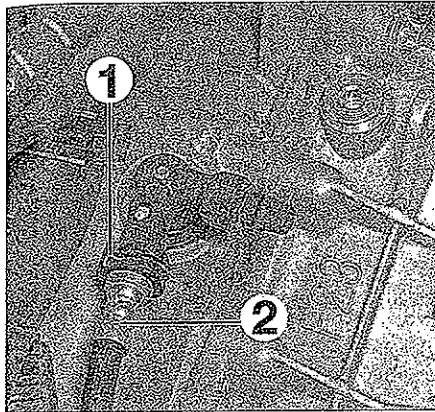

FIG. 1
- Retirar la grapa (1) de la tubería (2) de embrague (fig. 1) y desconectarla.